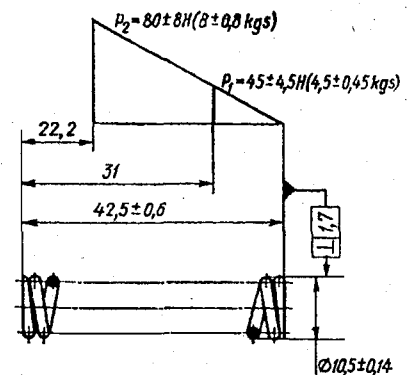

Рис. 2.65. Пружина редукционного клапана масляного насоса
– Проверить пружину редукционного клапана на отсутствие натиров на нитках и по упругости (рис. 2.65).